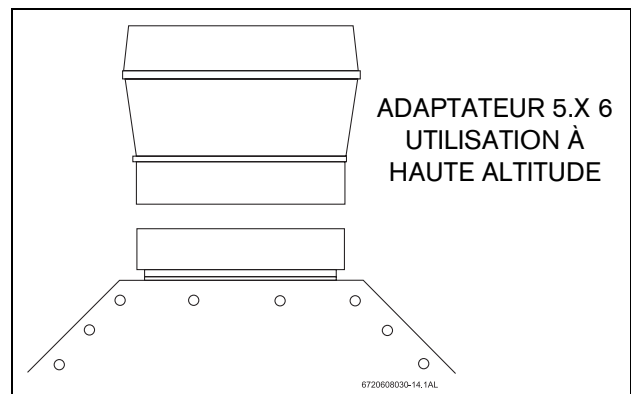

Fig. 10 Adaptateur d'évacuation pour les installations à haute altitude
- ▶ Il est recommandé d'utiliser un conduit à double paroi de type B de 5" de diamètre. Aux altitudes supérieures à 2.000 pieds, utilisez un conduit de 6", comme le montre la Fig. 10. La section du conduit d'évacuation ne doit en aucun cas être réduite.
Les cheminées en maçonnerie doivent être construites et installées conformément à la norme NFPS 211 ou à la réglementation locale. Dans le cas d'une évacuation par une cheminée interne en maçonnerie à tirage naturel, il faut utiliser un conduit d'évacuation d'au moins 5" (métallique double paroi de type B), ou bien un boisseau de terre cuite ou autre système homologué de doublage de cheminée. Aux altitudes supérieures à 2000 pieds, utilisez un conduit de 6", comme le montre la Fig. 10. Certaines réglementations locales exigent l'utilisation d'un conduit d'évacuation et d'un système homologué de doublage pour l'évacuation par une cheminée en maçonnerie. Le Commonwealth du Massachusetts exige l'utilisation d'un boisseau homologué. Le système de doublage peut être constitué d'un boisseau de terre cuite homologué, d'un système homologué de doublage de cheminée ou d'un autre matériau résistant à la corrosion, à l'érosion, au ramollissement et à la formation de fissures par les gaz de combustion pouvant atteindre une température de 1800 degrés Fahrenheit. Le système de doublage doit être homologué pour l'utilisation avec un appareil à gaz à hotte de tirage naturel. Respectez la réglementation locale et consultez les normes NFGC 54 et NFPA 58.